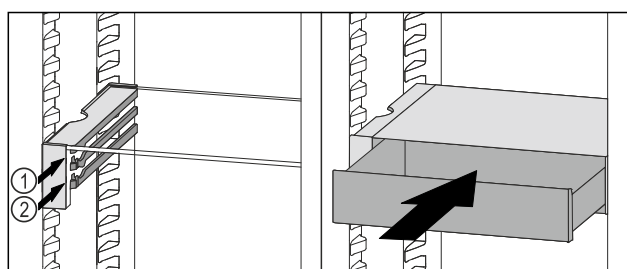

Fig. 183
- Vendosni sirtarin VarioSafe prapa ndaluesve në brinjën që dëshironi Fig. 183 (1) ose Fig. 183 (2).